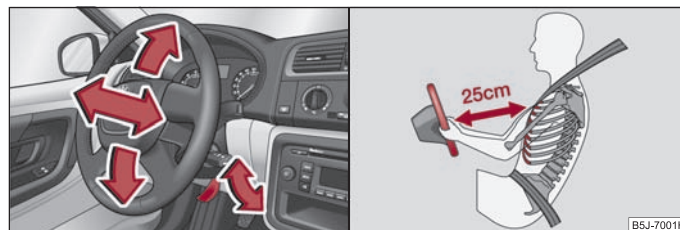

Fig. 3 Volan reglabil: Maneta de la coloana volanului / distanța corectă dintre conducătorul auto și volan
- Îndreptați maneta de sub volan ⇒ fig. 3, în jos.
- Reglați astfel scaunul conducătorul auto încât distanța dintre volan și torace să fie de cel puțin 25 cm ⇒ fig. 3 dreapta. Dacă nu se respectă această distanță, sistemul airbag nu își poate exercita eficiența maximă – Pericol!